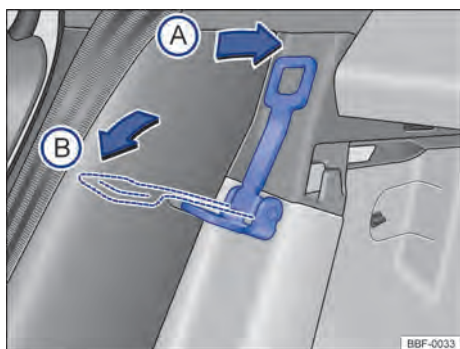

Fig. 69 Atrás do banco traseiro: alavanca para regulagem de inclinação do encosto
- **Posição A**: colocar a alavanca → Fig. 69 no sentido da seta **A**, para retornar o encosto do banco para sua posição original.
- **Posição B**: colocar a alavanca → Fig. 69 no sentido da seta **B**, para ampliar o compartimento de bagagem.
A Volkswagen indica não montar a cadeira de criança no banco traseiro na posição  → Fig. 69.